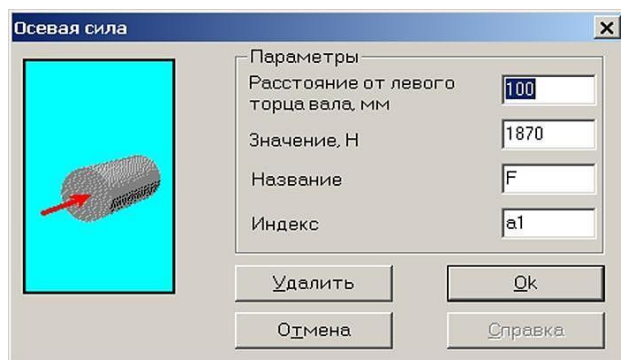

Рис. 19
**Задание осевых сил.** Включаем режим «Осевая сила» нажатием соответствующей кнопки (меню *Задать/Осевая сила*) и в поля ввода открывшегося диалогового окна «Осевая сила» (рис. 19), записываем параметры и обозначение осевой силы  $F_{a1}$ :